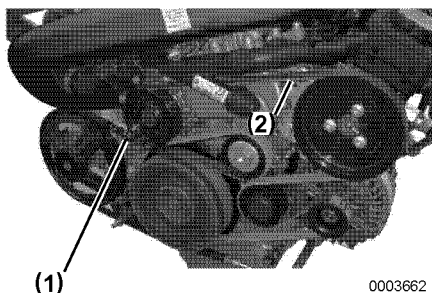

Abbildung 7
3. Riemen von Seewasserpumpe (**Abbildung 7, (1)**) und Generator (**Abbildung 7, (2)**) auf Verschleiß, Risse und Schäden prüfen.